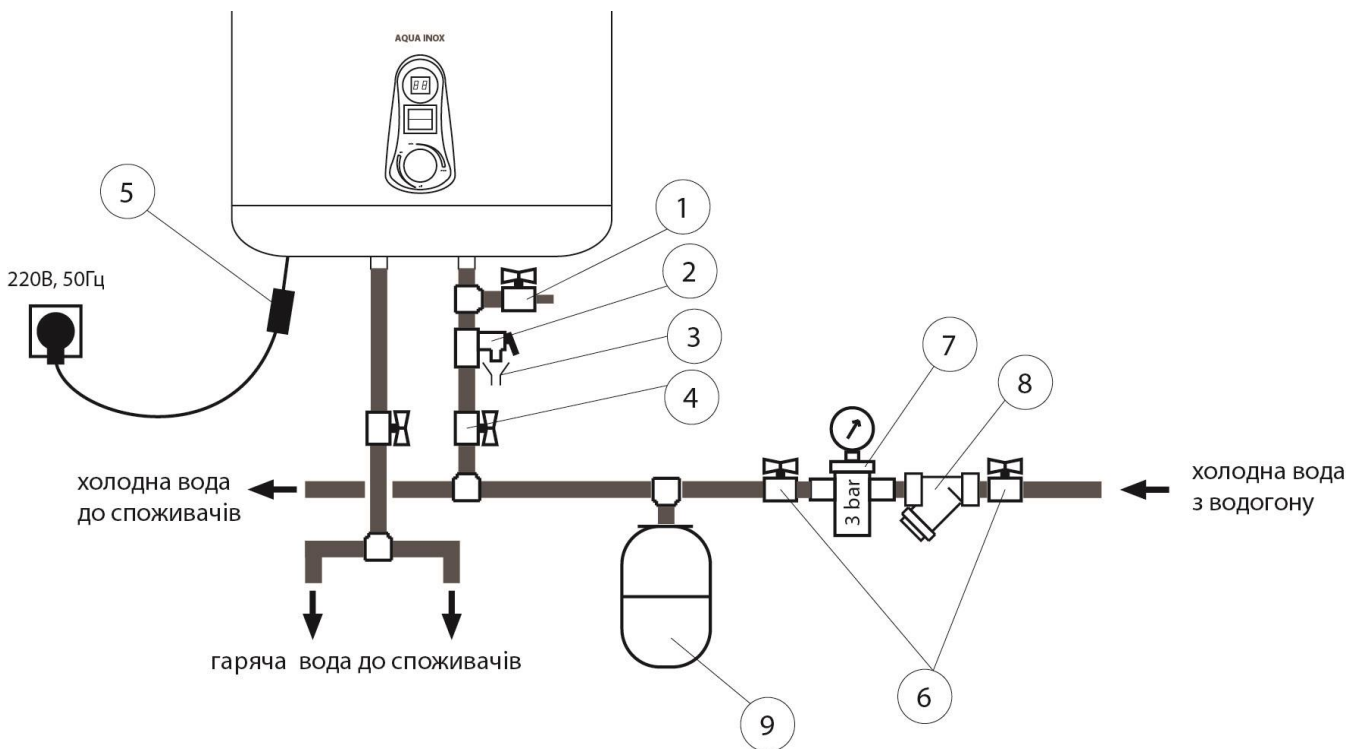

Рис.4 – Схема підключення до водогону
До патрубку викиду води з запобіжного клапану слід підключити гнучку трубку та вивести її до каналізації. При перевищенні максимального робочого тиску води в водонагрівачеві, запобіжний клапан відкриється та зіллє деяку кількість води в каналізацію. При цьому тиск у водонагрівачеві зменшиться. Запобіжний клапан захистить ваш водонагрівач від виходу із ладу при перевищенні тиску. Запобіжний клапан також виконує функцію зворотнього клапану, він не дозволяє воді з приладу витікати в мережу холодного водопостачання. Тому встановлювати запобіжний клапан потрібно тільки на вході холодної води під нагрівачем, як показано на рис. 4.
Відсічні крани 4 (див рис.4) призначені для відключення водонагрівача при проведенні робіт з ремонту або технічного обслуговування.
- Запобіжний зворотній клапан слід встановлювати у місці входу холодної води (див. рис. 4)
- Під час нагріву води з отвору викиду води запобіжного клапана може надходити вода. Це нормальне явище. Однак, у випадку великих витоків слід зв'язатися з фахівцями з технічного обслуговування. Отвір викиду води із запобіжного клапану ні за яких обставин не повинен бути заблокований, в іншому випадку це може призвести до виходу водонагрівача з ладу. При частому спрацюванні запобіжного клапану необхідно проконтролювати тиск холодної води на вході і якщо він перевищує 6 бар встановити редуктор тиску та розширювальний бак (див рис.4).
- Для зливу води з водонагрівача краще встановити додатковий кран, як вказано на рис.4 , поз 1. Також злити воду з водонагрівача можна за допомогою зворотнього запобіжного клапана, перекривши при цьому подачу холодної води у водонагрівач, відкривши дренажну ручку на запобіжному клапані. При цьому злив води з водонагрівача повинен здійснюватися через дренажний отвір у клапані в систему відводу каналізації (при зливів води відкрийте на змішувачі кран гарячої води для впуску повітря)
- Відкрити кран зливу води з водонагрівача (поз 1 на рис.4) або відкрити запобіжний клапан та злити воду з нагрівача. Для злиття води використовуйте гумову трубку направлену в каналізацію. Кран гарячої води на змішувачі повинен бути відкритий під час зливу.